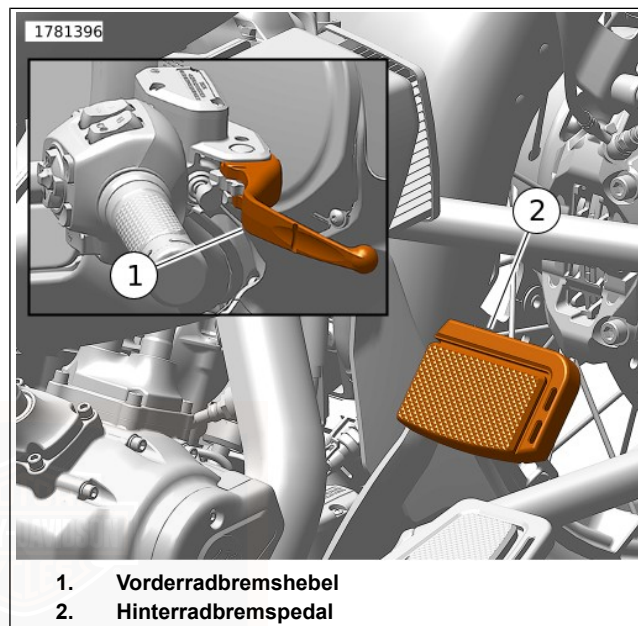

Abbildung 62. Bedienungselemente für Bremsen
Siehe Abbildung 62. Mit dem Vorderradbremshel (1) wird die Vorderradbremse betätigt. Der Hel befindet sich am rechten Lenker. Den Handhel mit den Fingern der rechten Hand betätigen.
Siehe Abbildung 62. Mit dem Hinterradbremspedal (2) wird die Hinterradbremse betätigt. Das Pedal befindet sich auf der rechten Seite. Das Hinterradbremspedal mit dem rechten Fuß betätigen.